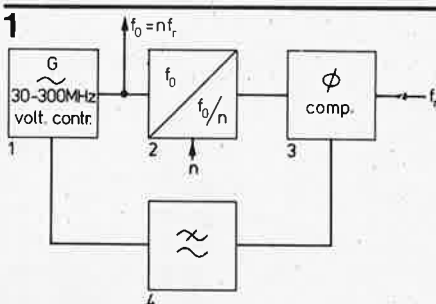

Figure 1. Diagramme du synthétiseur universel de fréquence.
Le principe utilisé, illustré par la figure 1, est celui d'une boucle à verrouillage de phase. La fréquence de sortie f_0 d'un oscillateur réglé en tension (1) est divisée par un nombre réglable n dans le circuit diviseur (2). La fréquence de sortie de ce circuit diviseur est comparée à une fréquence de référence f_r fournie par un oscillateur fixe stabilisé par quartz, à l'aide d'un comparateur de phases (3). Le signal d'erreur en courant provenant du comparateur de phases est utilisé pour commander l'oscillateur (1). Un filtre passe-bas (4) est nécessaire pour éviter la modulation de fréquence parasite de l'oscillateur par des signaux alternatifs provenant du comparateur de phases. Pour obtenir un jeu de fréquences $f_0 = n f_r$ utilisables en communication radio, il est nécessaire de disposer d'une fréquence de référence stabilisée égale à l'espacement désiré entre les canaux; cette fréquence peut être fournie par un oscillateur à quartz de fréquence plus élevée, à l'aide d'un diviseur de rapport fixe. Pour être efficace, la fréquence de coupure du filtre passe-bas doit normalement être environ 100 fois plus basse que f_r , ce qui peut conduire à des temps de réaction de l'ordre de plusieurs secondes après que le changement de fréquence de sortie ait été ordonné.